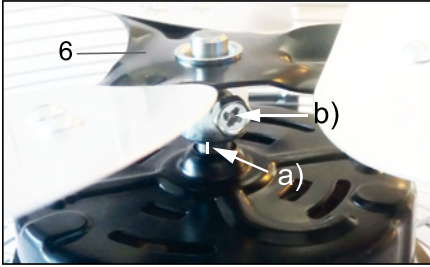

Fig.41: Montage rotor
2. Schuif de rotor (6) met de afstandhouder in de richting van de motor op de as.
*De rotor mag niet direct op de motor liggen. Er moet een duidelijk zichtbare afstand zijn tussen de afstandhouder en de motor. Zie afb. 41 b).*
3. Schroef de rotor vast met de schroef die zich aan de zijkant van de afstandhouder bevindt. Zie afb. 41 b).